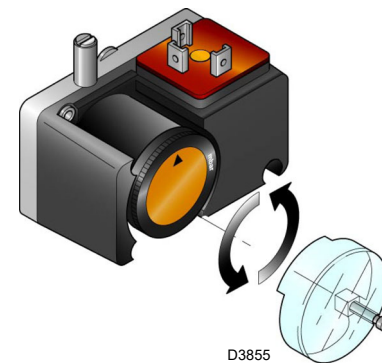

Fig. 31
- Régler le pressostat pour le contrôle d'étanchéité (kit PVP) (Fig. 31 à la page 33), le cas échéant, selon les instructions fournies avec ledit kit.
Régler le pressostat pour le contrôle d'étanchéité (kit PVP) (Fig. 31) selon les instructions fournies avec ledit kit.